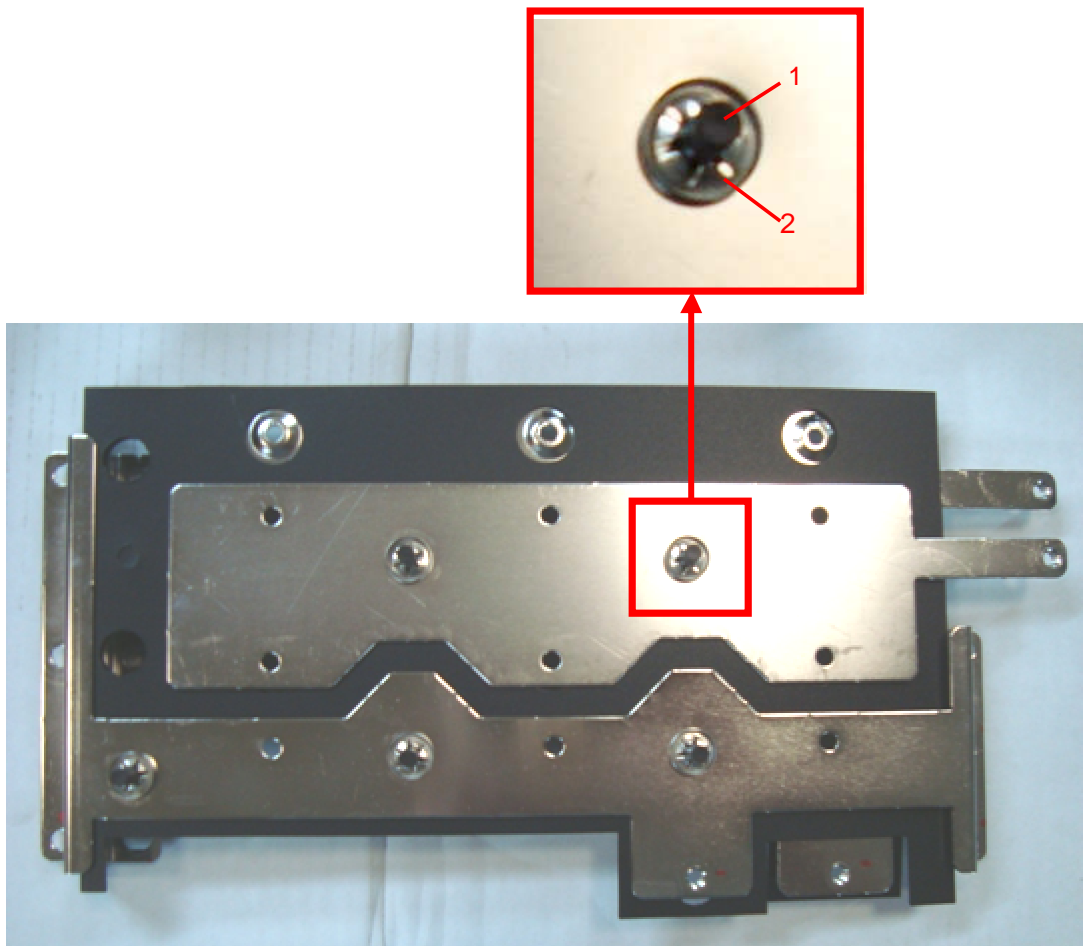

Рис. 7.9
- скрепить собранный пакет изолирующих прокладок и шин элементами крепления 1 с помощью стопорных колец 2 (рис. 7.9).